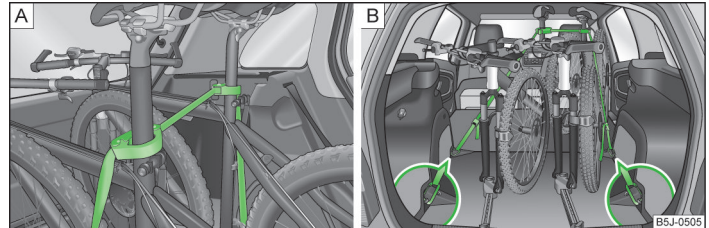

Abb. 59 Fahrräder absichern
- › Die Schelle mit dem Gummiteil nach vorn (in Fahrtrichtung) möglichst weit unten an die Sattelstütze setzen und diese schließen » Abb. 59 - .
- › Beim Transport von zwei Fahrrädern den Gurt » Abb. 59 - zwischen den Sätteln spannen, indem die Fahrräder auseinander geschoben werden.
- › Die Karabiner an den Gurtenden in die Verzurrösen hinter den Rücksitzen einrasten » Abb. 59 - .